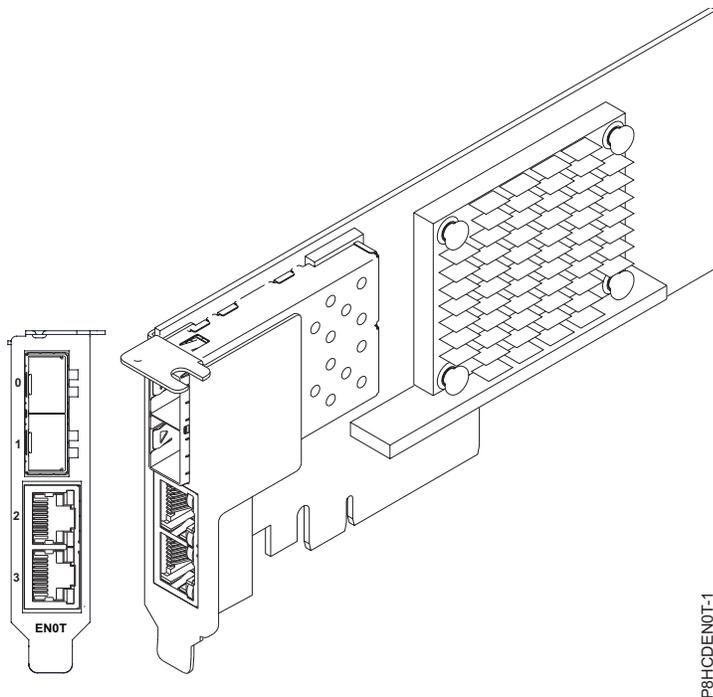

Figura 32. Adaptador FC EN0T
O adaptador de quatro portas fornece duas portas de transceptor ótico SR small form-factor pluggable (SFP+) de 10 Gb e duas portas Ethernet RJ45 de 1 Gb. As duas portas SR de 10 Gb têm conectores do tipo duplex little connector (LC). O transceptor ótico usa laser ótico de ondas curtas e é conectado com cabeamento de fibra MMF-850nm com conectores LC. Consulte “Cabos” na página 56 para obter mais informações sobre os cabos óticos. Cada porta de 10 Gb fornece conectividade Ethernet com uma taxa de dados nominal de 10 Gbps (gigabits por segundo). Figura 32 na página 55 mostra o adaptador FC EN0T.